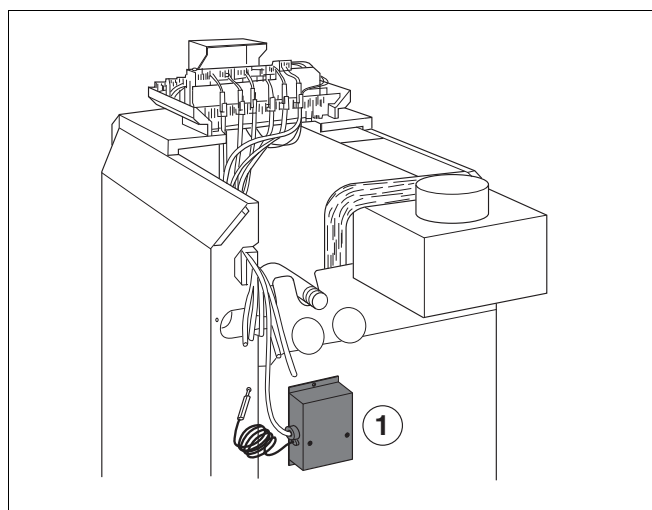

Fig. 2 Position de l'appareil de commande G124 X - ou Gaz 5000F - 28 / 32
- ▶ Visser l'appareil de commande du contrôle anti-débordement à l'aide des deux vis à tôle jointes (fig. 2 à 5).